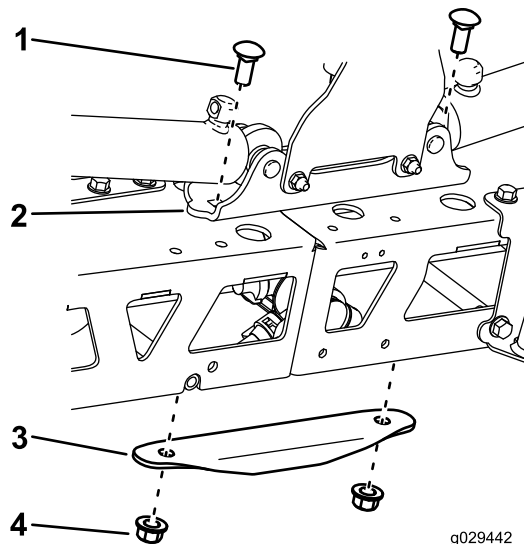

Рисунок 4
- Демонтируйте ребро жесткости и монтажную опору цилиндров (Рисунок 4).